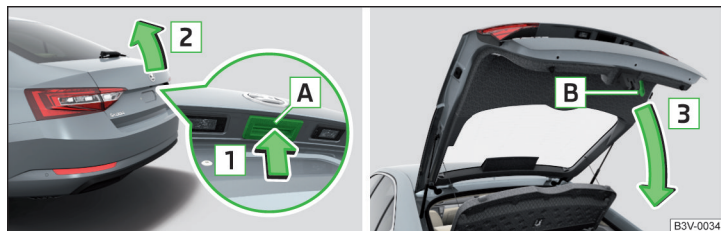

Fig. 58 Deschiderea/închiderea capotei portbagajului
- Pentru **deschidere**, apăsați butonul **A** în sensul săgeții **1** » fig. 58.
Butonul **A** » fig. 58 se dezactivează la plecarea de pe loc respectiv de la o viteză mai mare de 5 km/h. După oprire și deschiderea unei portiere, tasta este activată din nou.
- Butonul **A** » fig. 58 la pagina 70 se dezactivează la plecarea de pe loc respectiv de la o viteză mai mare de 5 km/h. După oprire și deschiderea unei portiere, butonul este activat din nou.